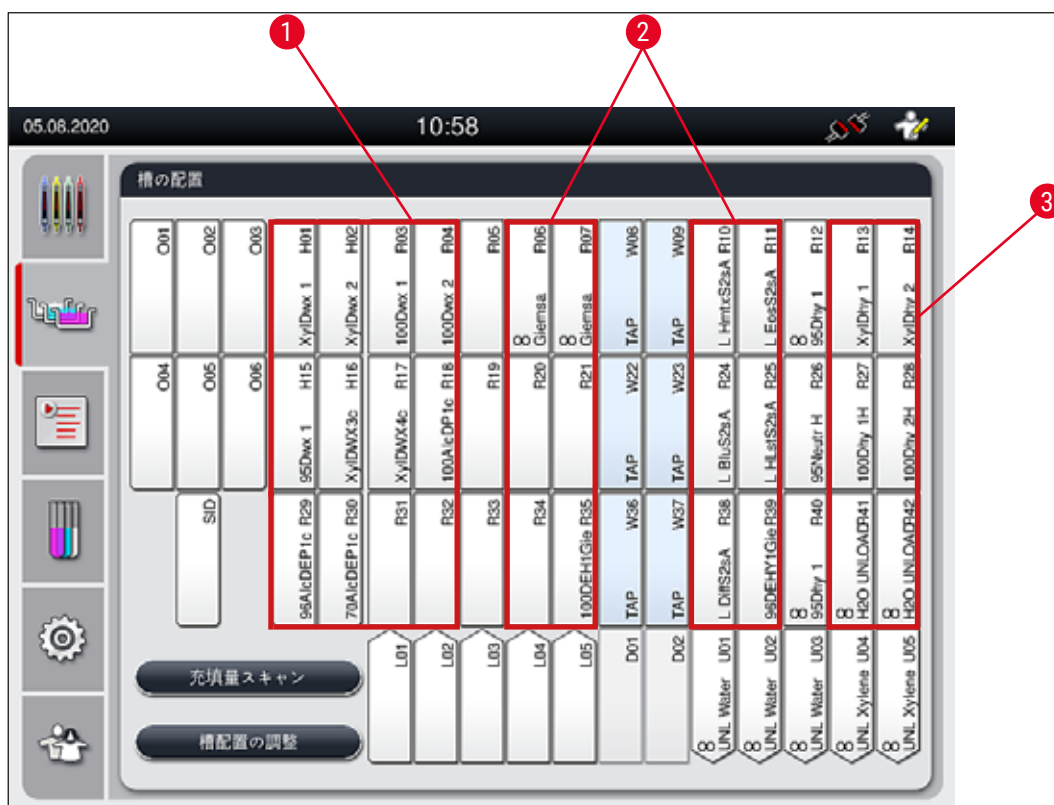

図40
- 後続ステップとして洗浄水ステップを必要とする染色試薬は、洗浄水容器に隣接する位置に配置されます (→「図40」)。